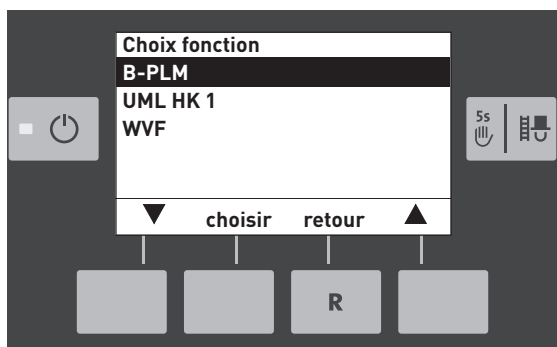

Fig. 20
- ▶ Sélectionner le module de fonction Chauffage, p. ex. « UML HK » – Fig. 20.